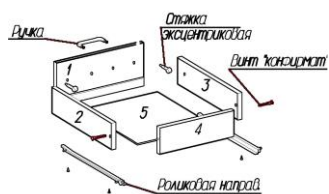

Рис.4 Схема сборки ящика
15. Собрать и установить ящики (см. рис.4);